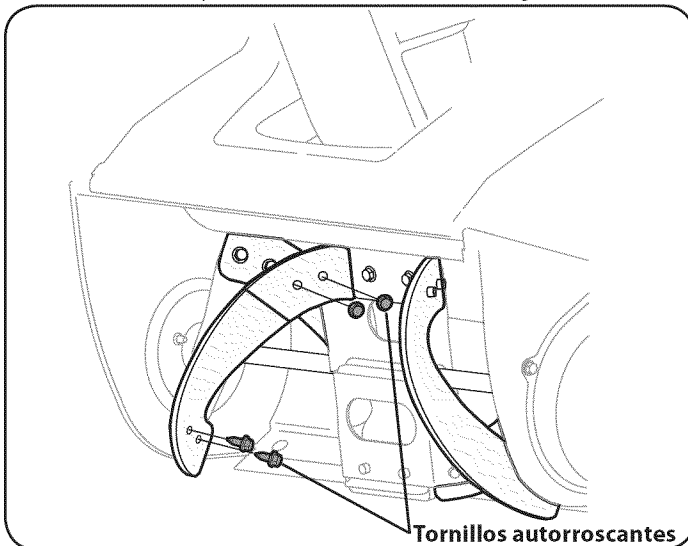

Figura 18
- Saque las paletas de caucho existentes desenroscando los tornillos autorroscantes que las unen a la barrena. Vea la Figura 18.